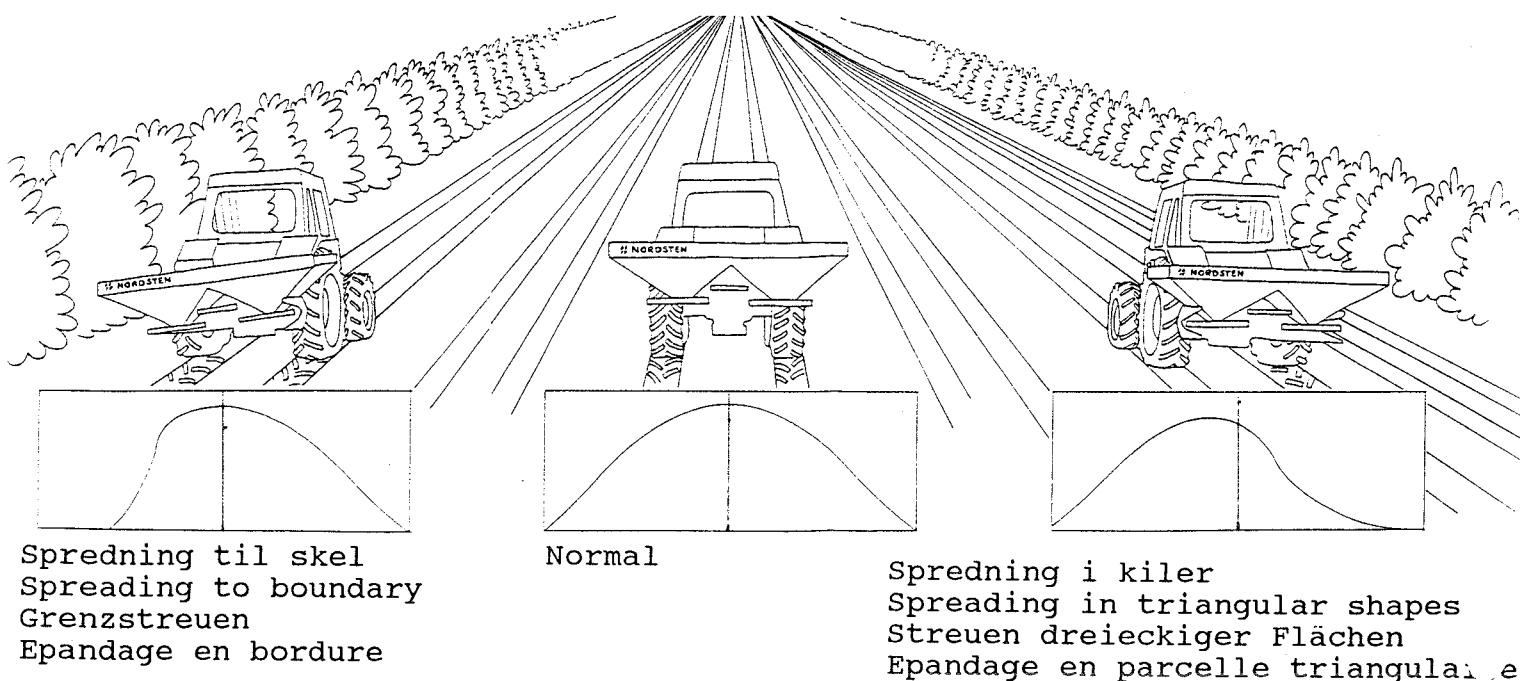

Fig. 16
Lukningen af det ene skod må ikke sammenlignes med spredning til skel, se fig. 16.
- At the start you drive 6 m from the boundary (the first tramline) as shown in fig. 16 and tilt the machine towards the boundary.
You must not use closing of one shutter when spreading to boundary, see fig. 16
- Am Anfang fahren Sie 6 m von der Grenze (die erste Fahrgasse), wie in Fig. 16 gezeigt und kippen den Düngerstreuer zur Grenze hin.
Beim Grenzstreuen sollten Sie beide Öffner offen lassen, siehe Fig. 16.
- Effectuer le premier passage à 6 m de la bordure de parcelle (voir Fig. 16) en inclinant le distributeur en direction de cette bordure.
Il n'est pas conseillé de fermer une distribution pour épandre en bordure (voir Fig. 16).